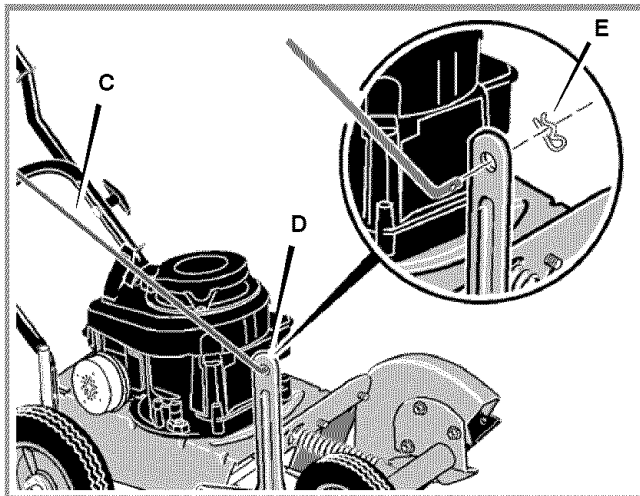

Figura 3: Ensamble de la varilla de control inferior
- 3 Introduzca el extremo de la varilla de control (C), de DERECHA a IZQUIERDA, a través del orificio en el eje de la rueda delantera (D). Fije la varilla utilizando el pin de retención (E) que se encuentra en la bolsa de piezas. Ver Figura 3.